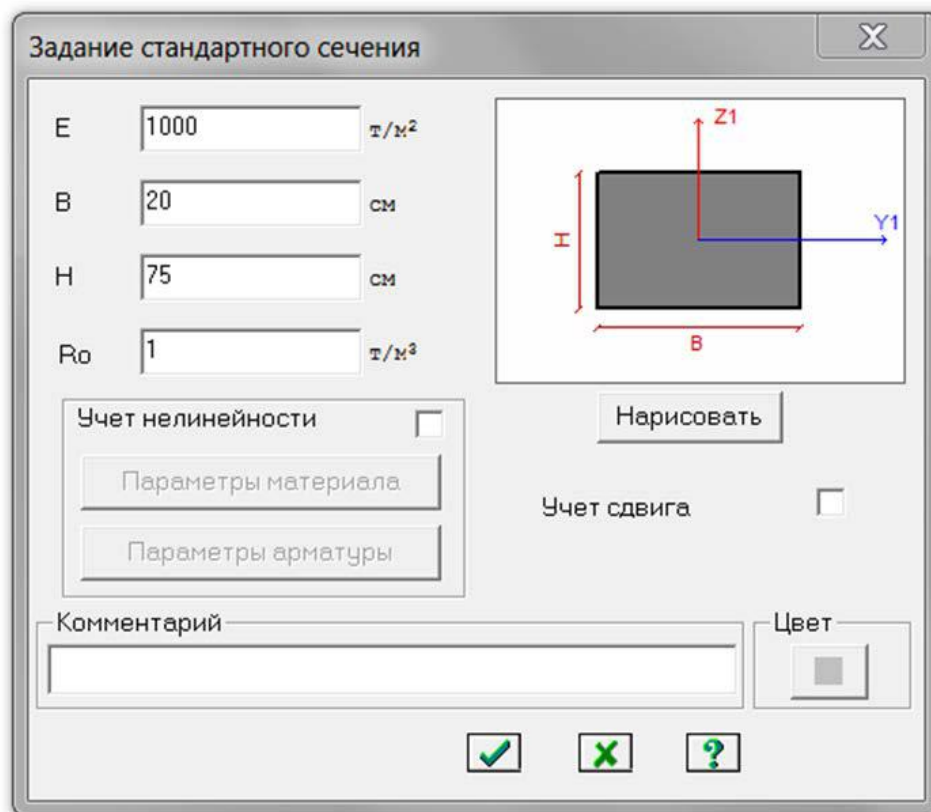

Рис. 2.24. Задание стандартного сечения
- В окне Задание стандартного сечения введите данные согласно рис. 2.24 и  – Применить.